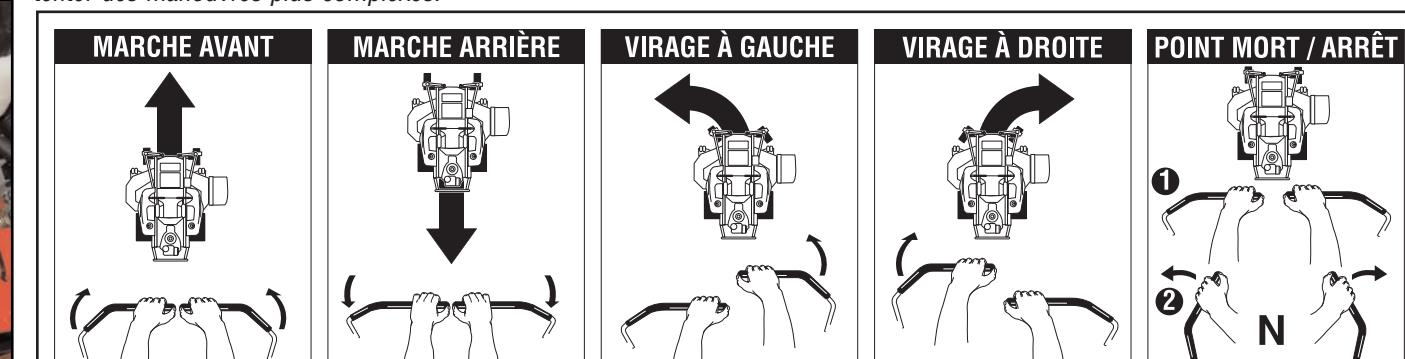

Figure 9
- S'assurer que le commutateur de prise de force (lame engagée) (A, Figure 9) est en position vers le bas (DÉBRAYÉE).
- Mettre la commande des gaz (B) sur FAST (rapide) (■).
- Tirer la commande de starter (C) sur CHOKE (starter).
- Mettre la clé de contact (D) sur START (démarrage) (▲).